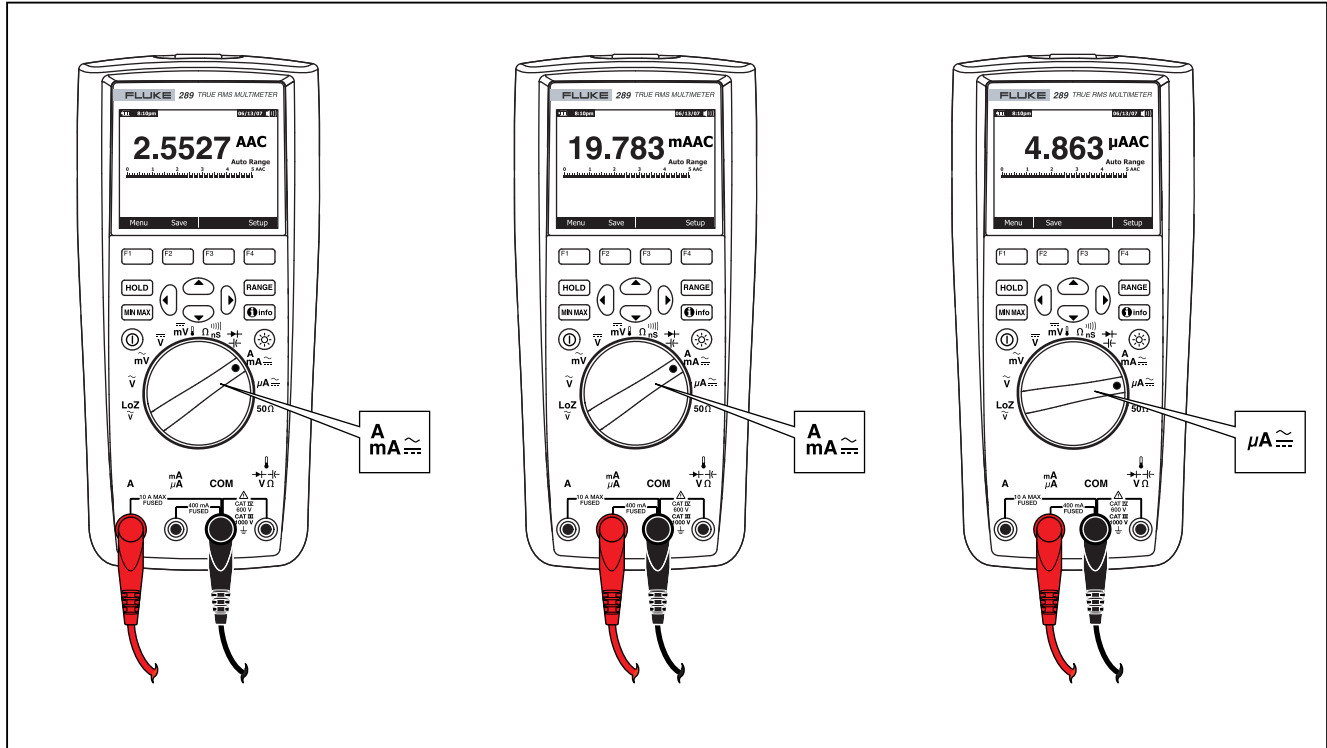

Figura 21. Configuración de la medición de corriente
3. Si está utilizando el terminal A, fije el selector giratorio en  $\overset{\sim}{\underset{\sim}{A}}$ . Si está utilizando el terminal mA/μA, fije el selector giratorio en  $\overset{\sim}{\underset{\sim}{\mu A}}$  para corrientes por debajo de 5000 μA (5 mA), o en  $\overset{\sim}{\underset{\sim}{A}}$  para corrientes por arriba de 5000 μA. Consulte la figura 21 para analizar las conexiones de los conductores de prueba y la selección de funciones. Consulte la sección "Función de advertencia de entrada" para obtener información sobre las alertas que utiliza el multímetro cuando no se utilizan los conductores correctamente para mediciones de corriente.